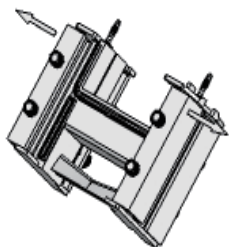

图1. 拉开左右滑块
- 将本体水平放置，松开本体上的螺栓，拉开左右滑块（图1）。